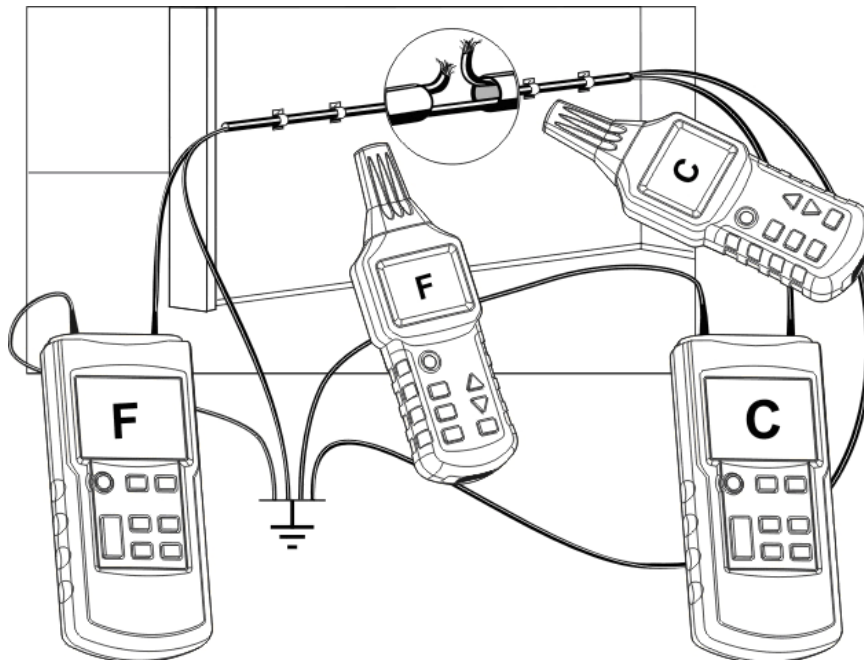

Abb. 10
- Alle nicht betroffenen Leitungen müssen mit der Erde verbunden sein (gem. Abb. 10).
- Schließen Sie die beiden Sender gemäß Abb. 10 an.
Wenn die Sender gemäß Abb. 10 angeschlossen sind, zeigt der Empfänger links von der Leitungsunterbrechung „C“ an. Wenn der Empfänger über die Leitungsunterbrechung hinaus weiter nach rechts wandert, zeigt er „F“ an. Wenn er Empfänger direkt über der Unterbrechung steht, wird kein Leitungscode angezeigt (die beiden Sendersignale überlagern sich).